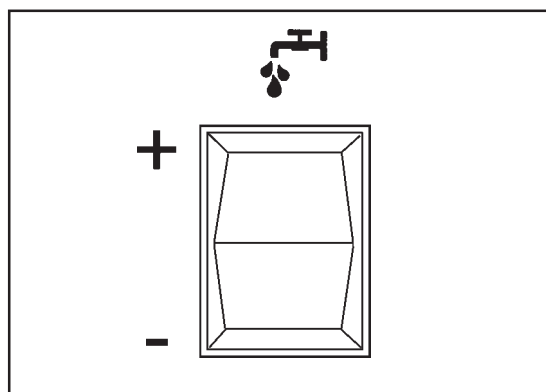
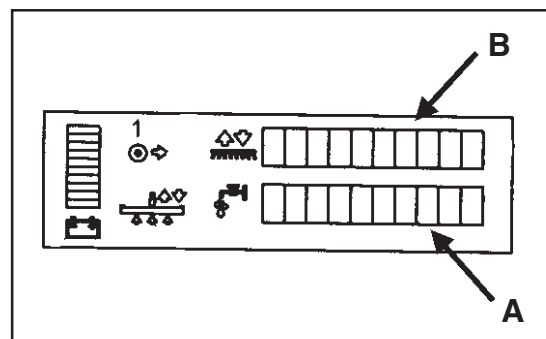
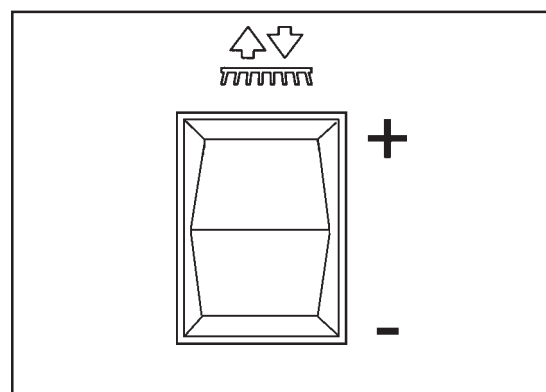

Figure 25
Figure 26
Figure 27
La solution est utilisée pour désincruster et pour retirer la saleté du sol. La quantité de solution appliquée peut être réglée sur cinq niveaux différents afin de s'adapter à tous les sols, quel que soit leur état. Ces différents niveaux sont indiqués sur l'afficheur LCD situé à l'avant de la machine. Pour régler la quantité de solution appliquée, utilisez le commutateur de réglage du débit (figure 25). **REMARQUE : Cinq réglages différents sont proposés par l'afficheur. Voir la figure 26, A.**
1. Appuyez sur le côté « + » du commutateur (figure 25).
1. Appuyez sur le côté « - » du commutateur (figure 25).
Les brosses sont utilisées pour assurer l'agitation de la solution, ce qui améliore le processus de nettoyage. L'importance de la pression appliquée peut être réglée sur cinq niveaux différents afin de s'adapter à tous les sols, quel que soit leur état. Ces différents niveaux sont indiqués sur l'afficheur LCD situé à l'avant de la machine (figure 26, B). Pour régler la pression d'appliquer sur les brosses, utilisez le commutateur des brosses (figure 27).
1. Pressez le côté « + » du l'interrupteur (figure 27).
1. Pressez le côté « - » du l'interrupteur (figure 27).